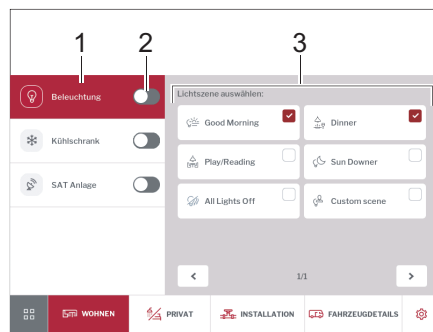

Bild 272 Beleuchtung
- Mit Schiebeschalter (Bild 272,2) Beleuchtung ein- oder ausschalten.
- Auf Schaltfläche *Beleuchtung* (Bild 272,1) tippen.
Im Bedienfeld (Bild 272,3) Lichtszene wählen.